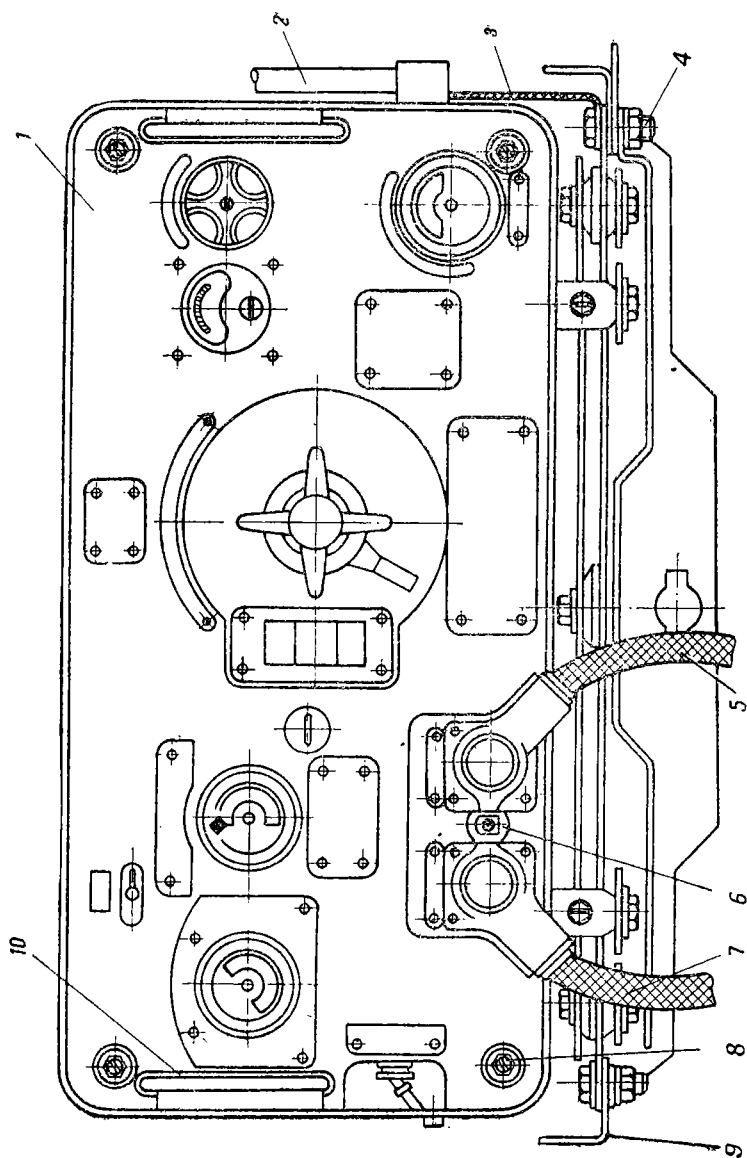

Рис. 76. Установка приемопередатчика:
2. Вывернуть винт стопора кабеля 2 (рис. 76) и отсоединить кабель от приемопередатчика 1.
1. Установить приемопередатчик 1 (рис. 76) на кронштейн и закрепить его болтами 4 и гайками с плоскими и пружинными шайбами, подложив под головку правого болта наконечник провода 3.